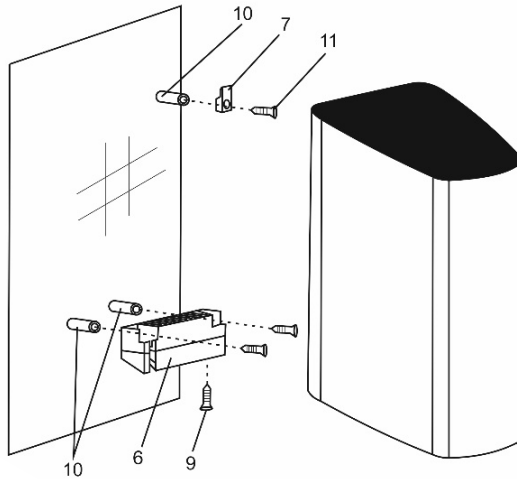

Fig. 4
- (Fig. 4) Setzen Sie die Dübel (10) in die Löcher ein und befestigen Sie den Haken (7) und die Montagekonsole (6) an der Wand
- (Fig. 4) Hängen Sie den Händetrockner an den Haken (7) und die Montagekonsole (6). und befestigen Sie den Händetrockner mit der Befestigungsschraube (9).